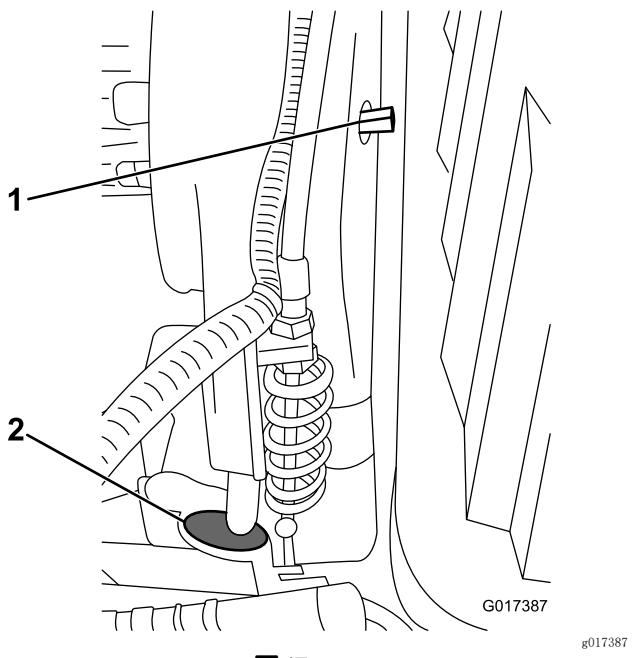

图47
- 注意：** 要查看滚刀离合器，请从变速箱前面的检查孔中取出橡皮塞（图47）。